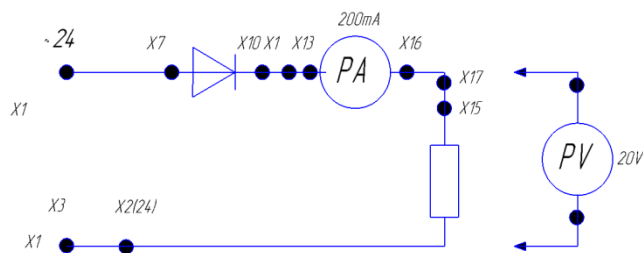

Рис.1
**2.1.** Исследование однополупериодного выпрямителя с нагрузкой R2 (без подсоединения к клеммам вторичной обмотки трансформатора) и измерительными приборами согласно рис. 1.